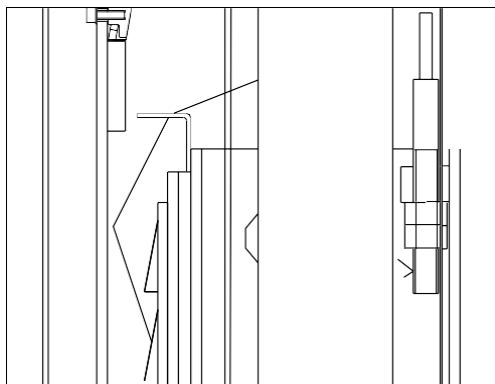

*Рис. 14*
- ◆ В случае резкой утечки в гидросхеме (например, разрыв трубки) срабатывают блокирующие клапаны на дне каждого цилиндра (*Рис. 14*)